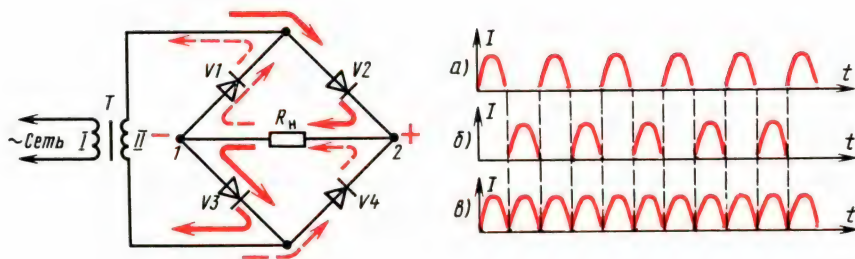

Рис. 78. Двухполупериодный выпрямитель с сетевым трансформатором
Оба эти недостатка устранены в выпрямителе с трансформатором (рис. 78). Здесь выпрямляется не напряжение электросети, а напряжение вторичной (II) обмотки сетевого трансформатора Т. Поскольку эта обмотка изолирована от первичной сетевой обмотки I, радио-конструкция не имеет контакта с сетью и к ней можно подключать заземление.
В выпрямителе на рис. 78 четыре диода, включенные по так называемой мостовой схеме. Диоды являются плечами выпрямительного моста. Нагрузка  $R_H$  включена в диагональ 1–2 моста. В таком выпрямителе в течение каждого полупериода работают поочередно два диода противоположных плеч моста, включенных между собой последовательно, но встречно по отношению ко второй паре диодов. Следи внимательно